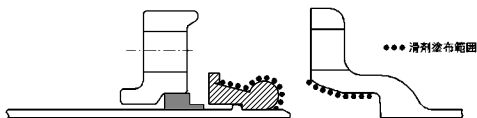

図32 滑剤塗布範囲
- (1) 滑剤は、ダクマイル鉄管継手用滑剤を使用する。
- (2) ゴム輪の外面および受口内面に滑剤を均一に塗布する。塗布範囲は図32に示す。